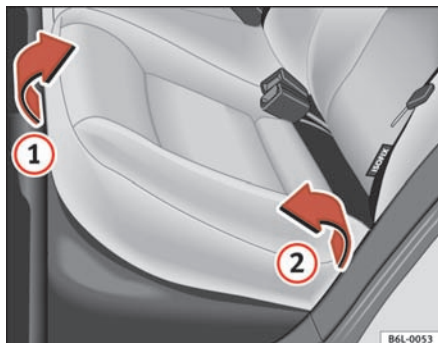
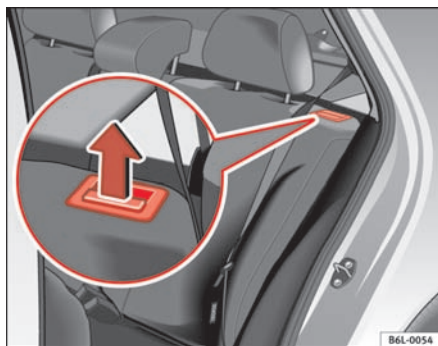

Fig. 76 Sådan klappes bagsædets sædepolstring frem.
Fig. 77 Udløserknap til bagsæderyglænet
- Tag fat i sædepolstringens forkant ⇒ fig. 76 ①, og træk den opad i pilens retning.
- Klap sædepolstringen ② fremad i pilens retning.
- Træk udløserknappen ⇒ fig. 77 i pilens retning, og klap ryglænet fremad.